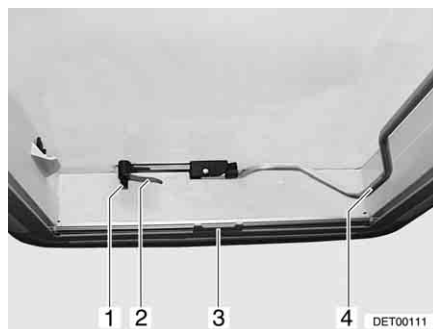
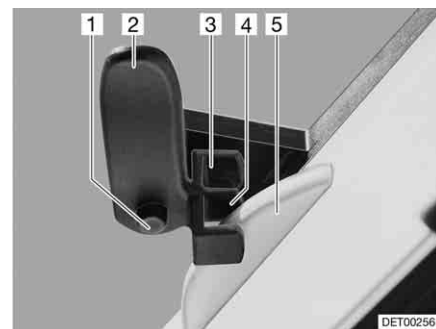

Fig. 67 Lanterneau Heki, fermé
Fig. 68 Lanterneau Heki en position de ventilation 1
- Appuyer sur le bouton de sûreté (Fig. 67,1) et tourner d'un quart de tour vers l'intérieur le levier de verrouillage (Fig. 67,2).
- Tirer l'étrier (Fig. 67,4) vers le bas, hors du dispositif de blocage.
- Tourner le levier de verrouillage (Fig. 67,2 et Fig. 68,2) d'un quart de tour. Le nez du dispositif de verrouillage du toit (Fig. 68,5) doit s'enclencher dans la fourche de verrouillage (Fig. 68,3).
- Enfoncer le bouton de sûreté (Fig. 68,1) et remettre le levier de verrouillage (Fig. 68,2) dans sa position initiale. Le nez du dispositif de verrouillage du toit (Fig. 68,5) doit s'enclencher dans la fourche de verrouillage (Fig. 68,4) inférieure.